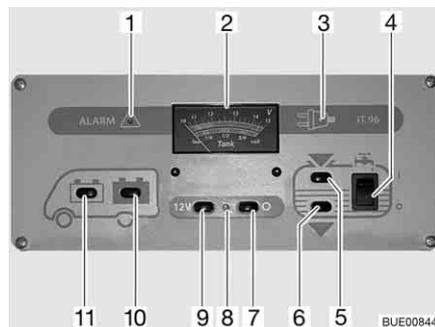

Bild 133 Panel IT 96-2
Der 12-V-Hauptschalter (Bild 133,7 und 9) schaltet das Panel und die 12-V-Versorgung des Wohnraums ein und aus.
- Schalter (Bild 133,9) drücken "12 V": Die 12-V-Versorgung des Wohnraums ist eingeschaltet. Die Kontroll-Leuchte (Bild 133,8) leuchtet grün.
- Schalter (Bild 133,7) drücken "O": Die 12-V-Versorgung des Wohnraums ist ausgeschaltet. Die Kontroll-Leuchte (Bild 133,8) erlischt.
Beim Anzeigeeinstrument V/Tank (Bild 133,2) die obere Skala beachten. Das Anzeigeeinstrument wird automatisch beleuchtet, sobald ein Schalter gedrückt wird.
- Schalter (Bild 133,11) drücken "🔋": Die Batteriespannung der Starterbatterie wird angezeigt.
- Schalter (Bild 133,10) drücken "🔋": Die Batteriespannung der Wohnraumbatterie wird angezeigt.
Beim Anzeigeelement V/Tank (Bild 133,2) die untere Skala beachten. Das Anzeigeelement wird automatisch beleuchtet, sobald ein Schalter gedrückt wird.
- Schalter (Bild 133,5) drücken "": Die Wassermenge wird angezeigt.
- Schalter (Bild 133,6) drücken "": Die Abwassermenge wird angezeigt.
Einschalten: ■ Wippschalter (Bild 133,4) oben drücken "I": Die Wasserversorgung ist eingeschaltet.
Ausschalten: ■ Wippschalter (Bild 133,4) unten drücken "O": Die Wasserversorgung ist ausgeschaltet.
Die rote Warnleuchte "ALARM" (Bild 133,1) blinkt, sobald die Spannung der Wohnraumbatterie 11 V (Messung im laufenden Betrieb) unterschreitet und damit Tiefentladung droht.
Die 12-V-Kontroll-Leuchte (Bild 133,8) leuchtet, wenn der 12-V-Hauptschalter (Bild 133,9) eingeschaltet ist.
Die gelbe 230-V-Kontroll-Leuchte (Bild 133,3) leuchtet, wenn am Eingang des Elektroblocks Netzspannung vorhanden ist.